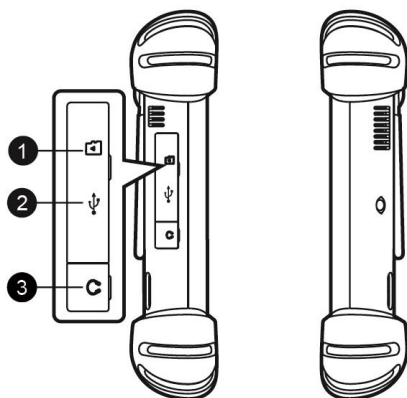

Рисунок 2-3 Диагностический сканер MaxiSys (вид слева)
4. Разъём USB (не может использоваться одновременно с разъёмом Mini-USB, см. Рисунок 2-3 Диагностический сканер MaxiSys \(вид слева\))